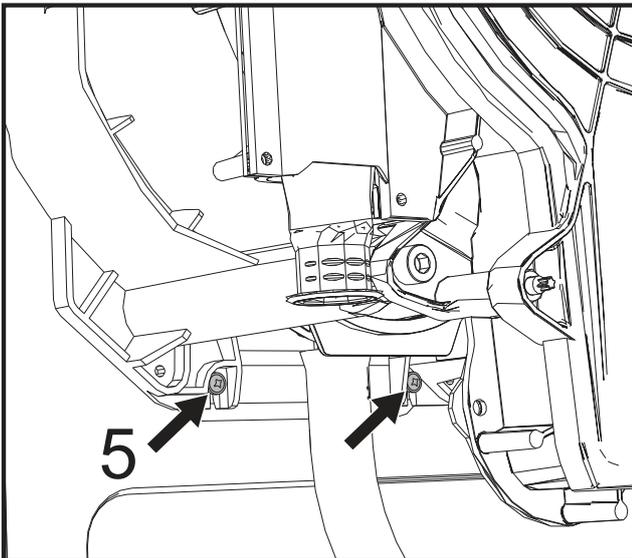

рис. 49
- Снимите 2 **нижних винта "5"** крепления теплообменника к раме (рис. 49).